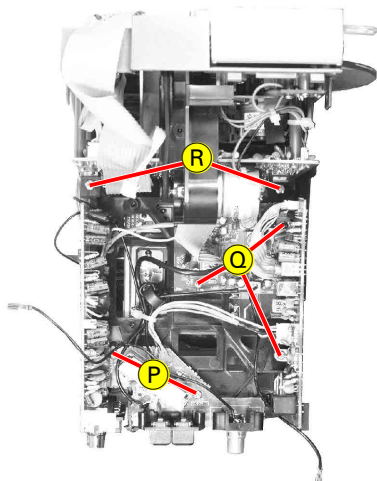

Fig. 9
- 2 Schrauben **P** (Fig. 9) herausdrehen.
- 3 Schrauben **Q** (Fig. 9) herausdrehen.
- 2 Schrauben **R** (Fig. 9) herausdrehen.
- Undo 2 screws **P** (Fig. 9).
- Undo 3 screws **Q** (Fig. 9).
- Undo 2 screws **R** (Fig. 9).